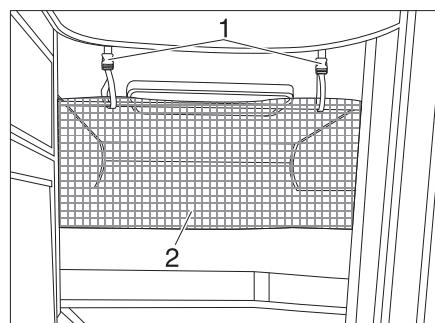

Fig. 168 Rete protettiva
La rete protettiva (Fig. 168,2) è stivata sui modelli di serie tra il materasso e il telaio portamaterasso. Fissare la rete protettiva soltanto dopo che la persona si è già stesa nel letto.
- Fare innestrare i nastri di sostegno (Fig. 168,1) nei supporti sul soffitto.